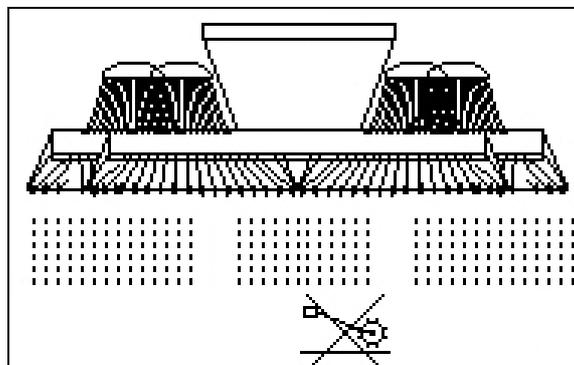

Fig. 57
1. Preseleccionar el bloqueo de la rueda de cola (Fig. 57).